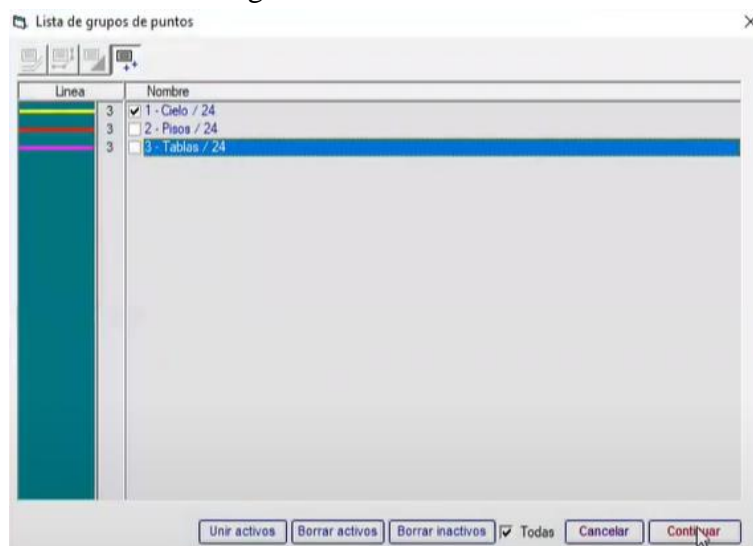

Figura 466. Desactivar puntos.
33. Nuevamente, entrar a la “Lista de grupos de puntos”, desactivar los puntos de las tablas y pisos y presionar “Continuar”. Figura 466.